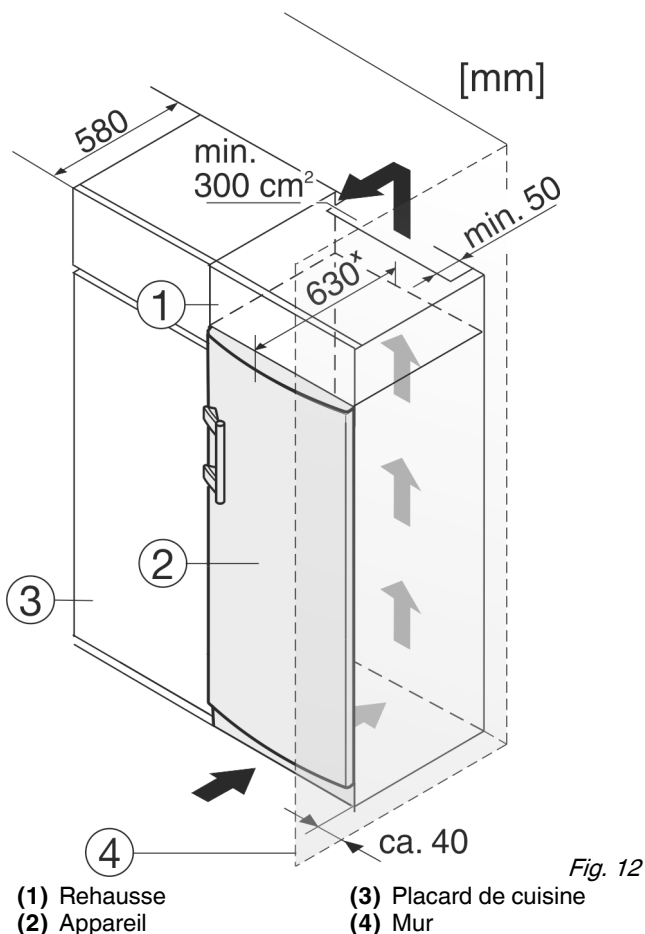

Fig. 12
- (1) Rehausse
(2) Appareil
(3) Placard de cuisine
(4) Mur
L'appareil peut être intégré dans des meubles de cuisine. Pour adapter l'appareil Fig. 12 (2) à la hauteur du coin cuisine, une rehausse Fig. 12 (1) peut être posée sur l'appareil.
Lors de la transformation avec des placards de cuisine (profondeur max. 580 mm), l'appareil peut être placé directement à côté du placard Fig. 12 (3). L'appareil se trouve latéralement à 34 mm * et au milieu de l'appareil à 50 mm * par rapport à la façade du placard.
Si l'appareil avec les charnières est installé près d'une paroi Fig. 12 (4), la distance entre l'appareil et la paroi doit être de min. 40 mm. Ceci correspond à la saillie de la poignée avec la porte ouverte.